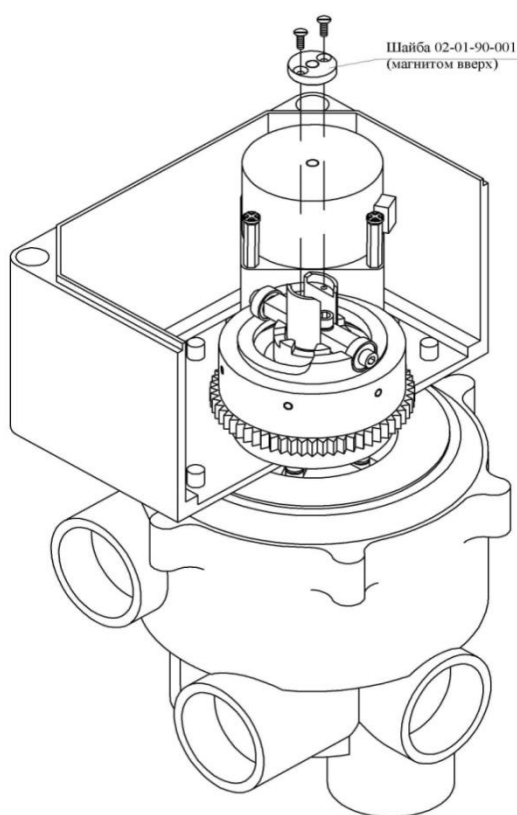
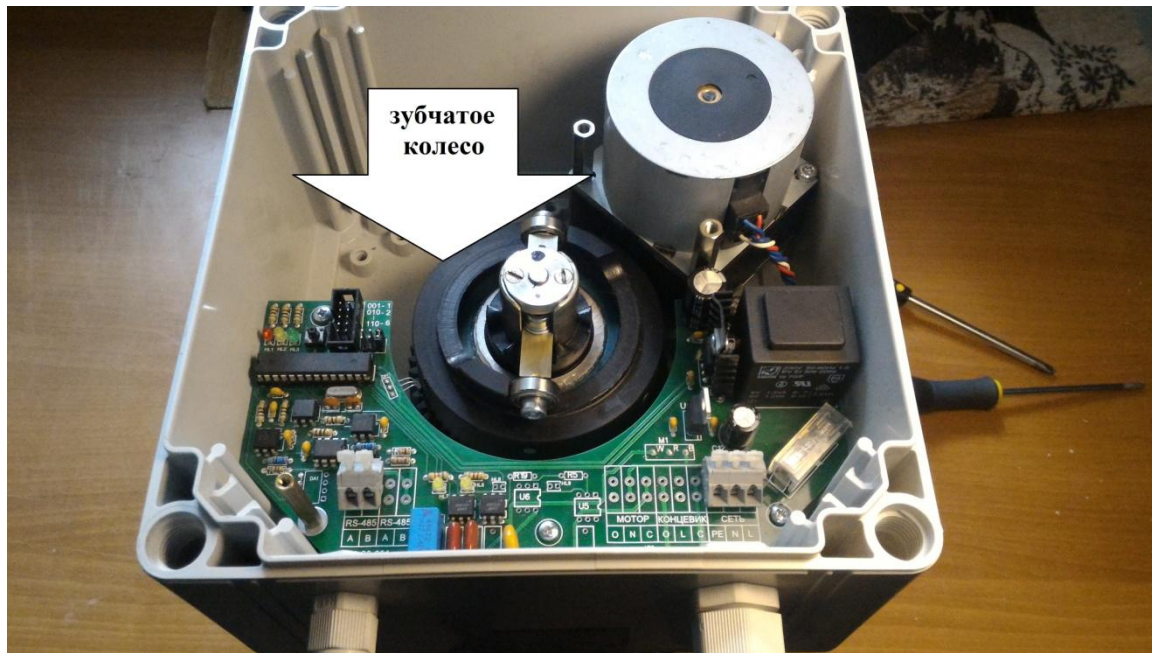

Рис. 4
Рис. 9
- 1.4.3. Установить вместо ручки управления на вентиле вал (см рис.1.2, поз.1), зашплинтовав его пальцем (см рис.1.2, поз.2, рис.2) из комплекта прибора, как показано на рис. 2. Убедитесь, что прибор **плотно «сидит»** на вентиле, шесть винтов на дне прибора должны попасть в углубления на вентиле. **Винты с пластиковыми втулками не должны иметь люфт в углублении (подобрать втулку или снять ее, в зависимости от ширины паза углубления).** Посадочное место, паз под «планку» с подшипниками в «металлическом валу», **должен быть не ниже уровня «паза» в пластиковой стойке** (рис.3, 3.1). Паз в «металлическом валу» должен быть примерно на 0,5 - 1мм выше чем паз в пластиковой стойке . Если паз в металлическом валу по уровню выше паза в пластиковой стойке на 1,5...2мм и больше, то между корпусом блока «Моно» и вентилем необходимо проложить пластиковые прокладки (см рис.1.2, поз.4), кол-во зависит от модели вентиля. **В прокладках советуем прорезать щель (7-9мм) для аварийного слива воды при изношенных уплотнительных резиновых кольцах в вентиле.** Прикрутить планку с подшипниками «3» к валу «1» двумя винтами М5х20 из комплекта прибора (см. рис. 4). Позиционирование планки «3» - фасками вниз. **Для подгонки понадобится дополнительное снятие прибора с вала «1»** (при пробном запуске цикла промывки, происходит усаживание корпуса к вентилю). Правильно выставленный зазор (с помощью прокладок), можно проверить – **подшипники на планке (рис.3) должны свободно прокручиваться** пальцами рук (при условии что вал вентиля опущен (положение фильтрации) - подшипники планки находятся в нижней части подъемной дорожки зубчатого колеса – (рис.9). Примерное рекомендуемое расстояние между подшипниками и подъемной дорожкой – 0,5 – 1мм, но не более.
- 1.4.4. Установить и прикрутить к валу (см рис.1.2, поз.1) шайбу с магнитом (см рис.1.2, поз.5) двумя винтами М3х8 из комплекта прибора (магнитом сверху!) в паз верхнего торца вала (см. рис. 4, 5, 8, 9).
Через 3 секунды привод начнёт движение, поднимет - опустит вал «1», вращением зубчатого колеса «рис.9» на ~90град. по часовой стрелке и обратно (рис. 9). Затем проверить правильность калибровки путем подачи команды в ручном режиме – «промывка», с приборов («МАСТЕР», «ПРОФИ» или «СТАНДАРТ»). **При остановке вала «1», в фиксированных положениях «промывка», «уплотнение» и обратно в «фильтрация», должен быть слышен щелчок трещотки,** которая предотвращает обратный ход вала вентиля (защита от утечек). Если при остановке (в фиксированных положениях) щелчков нет хотя бы в одном положении или вал останавливается в произвольных положениях, нужно **провести новую калибровку прибора.**